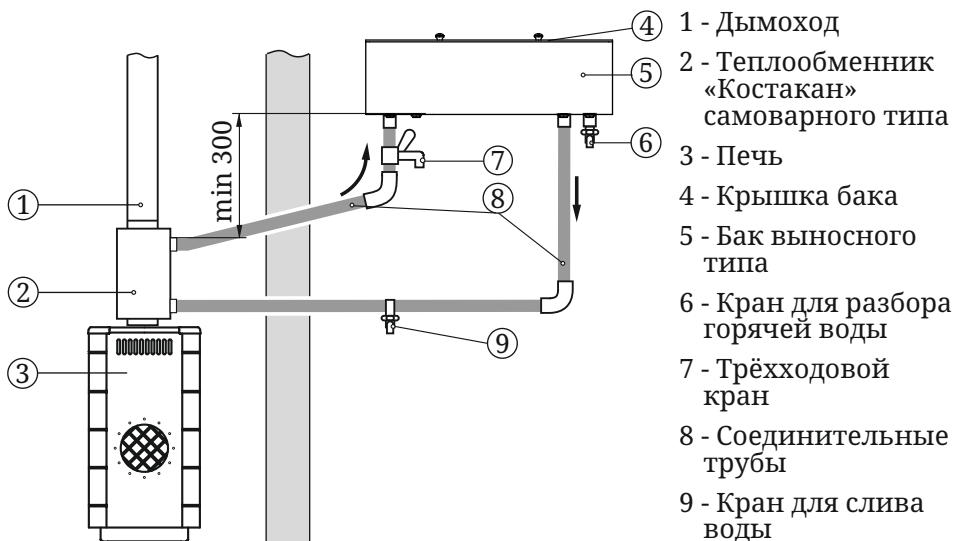

Рисунок 9. Схема монтажа системы водонагрева с использованием теплообменника «самоварного» типа
При необходимости получения горячей воды за более короткий срок, допускается производить разбор воды до ее попадания в бак. Для этого необходимо присоединить трехходовой кран типа «Т» (7) к трубе горячей линии, между верхним штуцером теплообменника и выносным баком в удобном для вас месте (рисунок 9).